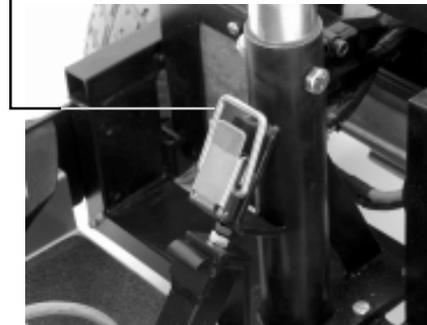

Figure 18. Ferموir à bascule (ouvert)
2. Basculez la boucle du ferموir par dessus le ferموir. Voir la figure 18.